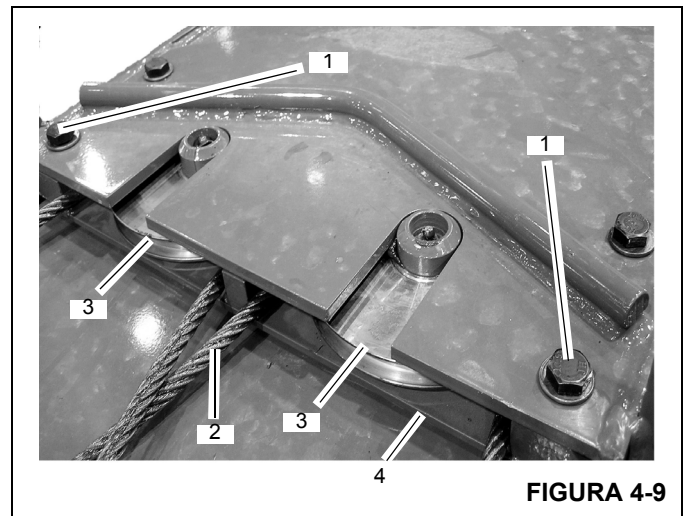

FIGURA 4-9
- En la parte delantera superior de la sección central interior, quite los cuatro pernos y arandelas (1) que fijan el conjunto de poleas (3) de los cables sincronizadores (2). Coloque el conjunto con los cables encima de la sección central exterior (4) (Figura 4-9).